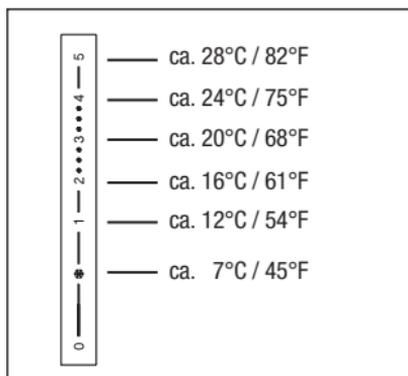

Fig. 6 Scala di temperatura della testa termostatica «vindo TH»
- Impostare la testa termostatica alla temperatura ambiente desiderata (Fig. 6)